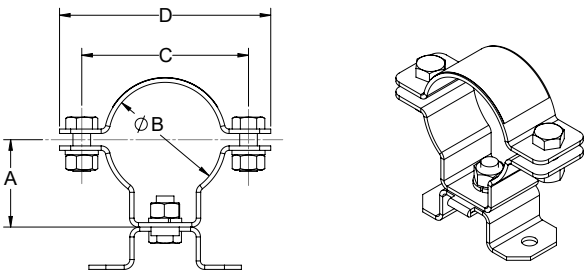

Figure 5. Détails du montage sur tige
- 2. Vérifier que le diamètre interne du collier est conforme au diamètre de la tige avant l'installation. Les colliers sont offerts en différentes tailles de 1,65 (42 mm), 2,00 (51 mm) et 2,36 (60 mm) (voir figure 5).